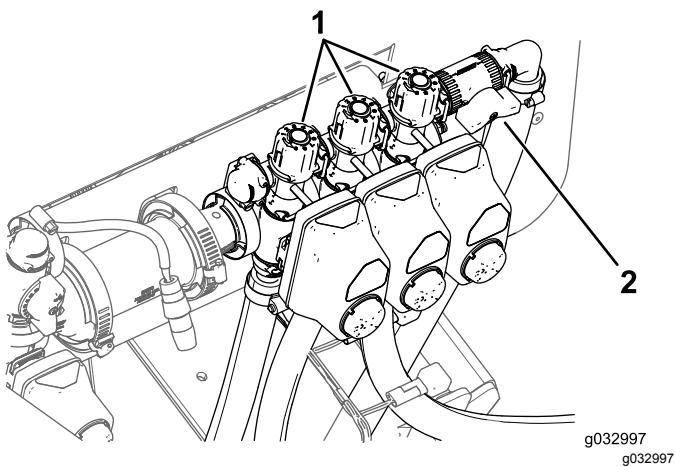

Figura 47
11. Spegnete la barra sinistra e regolate la manopola di bypass della barra (Figura 47) fino a quando il volume visualizzato non corrisponde al livello precedente in base alla tabella.
13. Regolate la manopola di bypass della barra destra (Figura 47) fino a quando il volume visualizzato non corrisponde al livello precedente in base alla tabella.
15. Regolate la manopola di bypass della barra centrale (Figura 47) fino a quando il volume visualizzato non corrisponde al livello precedente in base alla tabella.